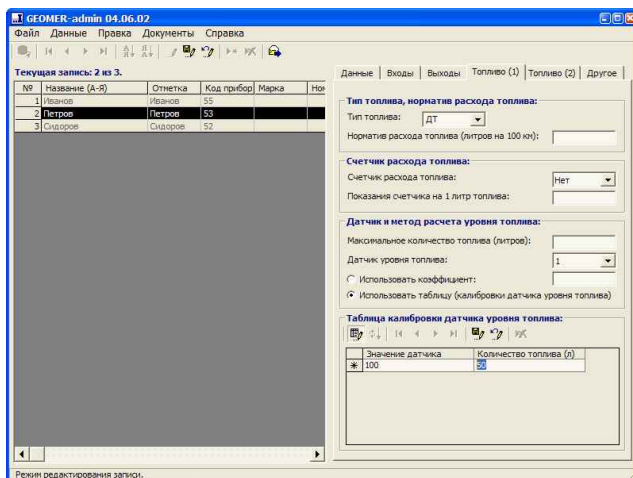

Рис. 11. Таблица калибровки.
Таблицы калибровки датчиков уровня топлива служат для наиболее точного преобразования показаний датчика в количество литров топлива в баке транспортного средства. Таблицы калибровки расположены на вкладках «Топливо (1)» (для первой топливной системы) и «Топливо (2)» (для второй топливной системы) окна программы (Рис. 11). Работа с ними ведется одинаково.